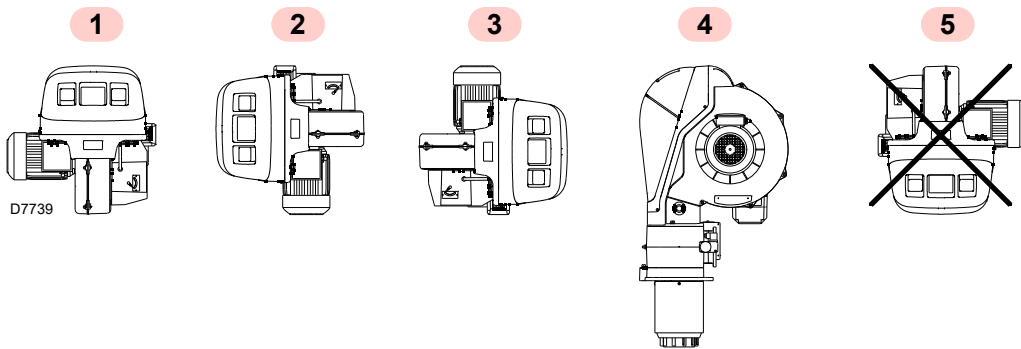

Fig. 10
- Le brûleur est exclusivement prévu pour fonctionner dans les positions 1, 2, 3 et 4 (Fig. 10).